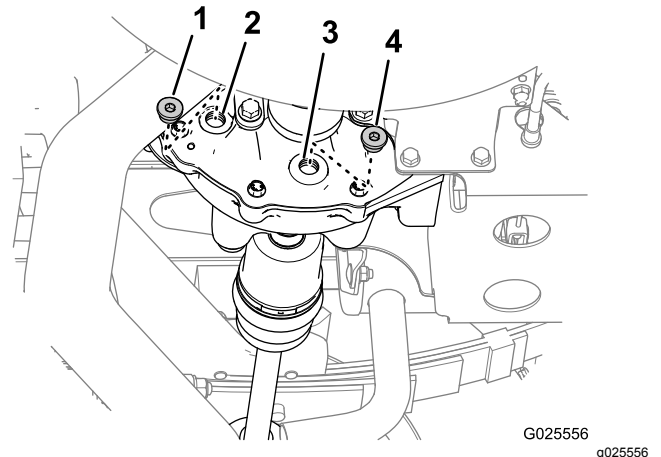

Figura 73
1. Alinhe um recipiente de escoamento com o tampão de escoamento (Figura 73).
2. Retire o tampão de enchimento do orifício de enchimento e o tampão de escoamento do orifício de escoamento do diferencial (Figura 73).
4. Coloque o tampão de escoamento no orifício de escoamento (Figura 73) e aperte o tampão com 14 a 19 N·m.
5. Adicione 550 ml do óleo especificado no orifício de enchimento do diferencial (Figura 73).
6. Coloque o tampão de enchimento no orifício de enchimento (Figura 73) e aperte o tampão com 14 a 19 N·m.